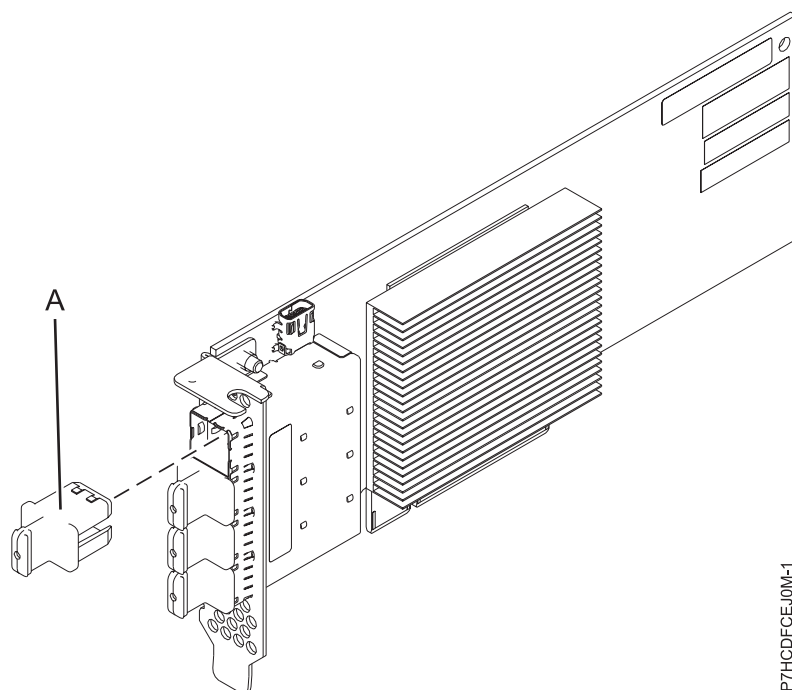

Figura 27. Adaptador PCIe3 SAS RAID de 6 Gb LP de porta quádrupla
O Adaptador PCIe3 SAS RAID de 6 Gb LP de porta quádrupla é um adaptador PCI Express (PCIe), generation 3, RAID SAS que possui um low profile e fator de forma curto. O adaptador é usado em aplicativos serial attached SCSI (SAS) de alto desempenho e alta densidade. Ele suporta a conexão de unidades de disco rígido SAS (HDDs) e dispositivos de estado sólido (SSDs) usando quatro conectores mini SAS x4 de alta densidade (HD) que permitem que os links físicos sejam usados em várias configurações de portas estreitas e amplas. O adaptador não possui cache de gravação. Figura 27 na página 83 mostra o Adaptador PCIe3 SAS RAID de 6 Gb LP de porta quádrupla.
O Figura 27 mostra o adaptador.O plugue do conector (A) está instalado em uma porta vazia e evita danos a essa porta sempre que um cabo para os conectores de porta adjacente é plugado ou removido.